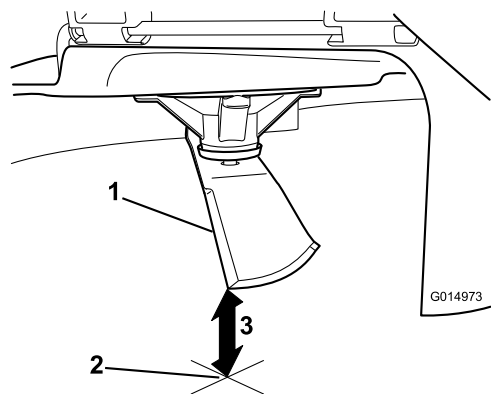

Figura 65
3. Meça da ponta da lâmina até à superfície plana (Figura 65).